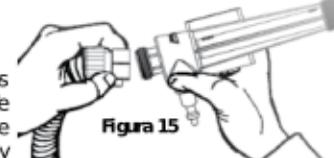

Figura 15
- Apriete firmemente con la mano el conector de la manguera (Figura 15).